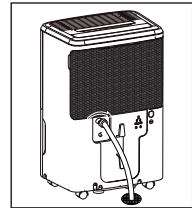

fig. 4
- g. Coloque el extremo de la manguera en el desagote. (fig. 4)